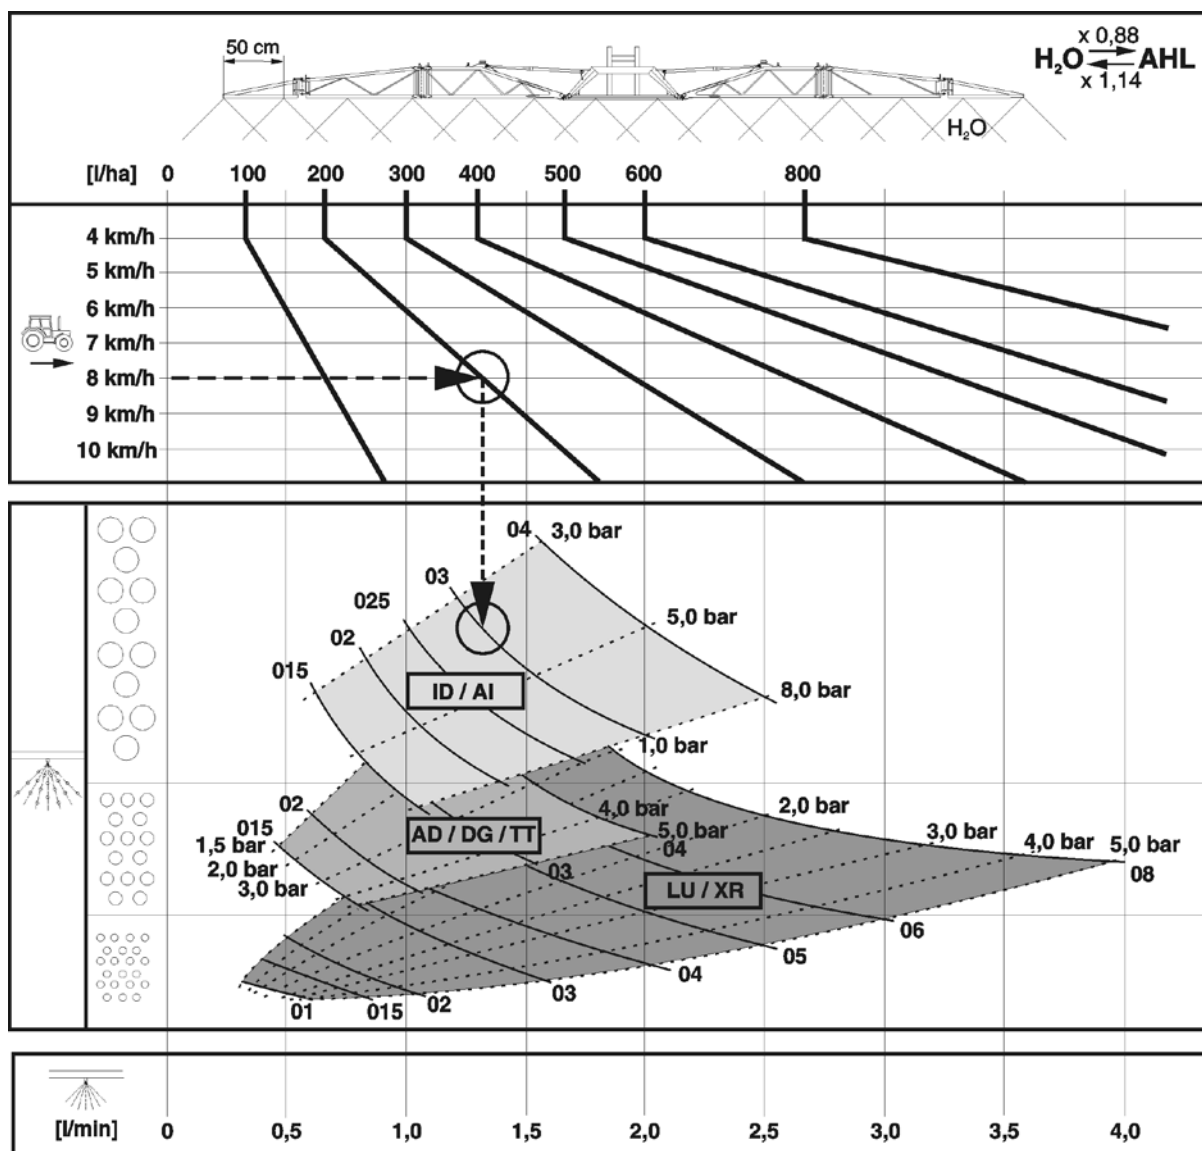

Fig. 183
- La Fig. 183 permet
4. Passez au tableau de pulvérisation (**Fig. 183**).